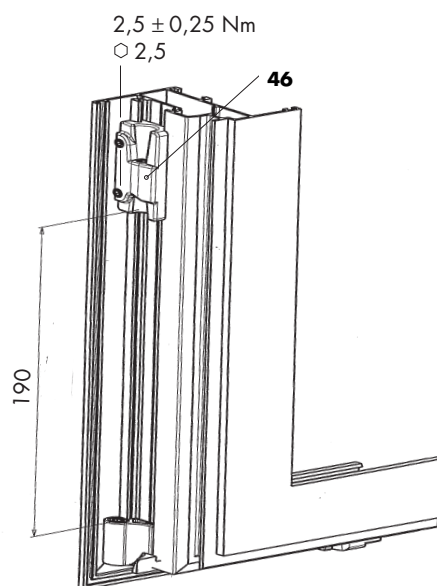

Bild 3
7. Flügelteil BSU A0040 re./li. (**46**) in Flügelnut einlegen und sichern (Bild 3).
11. Flügelteil BSU A0040 re./li. (**46**) wie in neben stehender Abbildung (Bild 3) positionieren und mit $2,5 \pm 0,25$ Nm festklemmen.